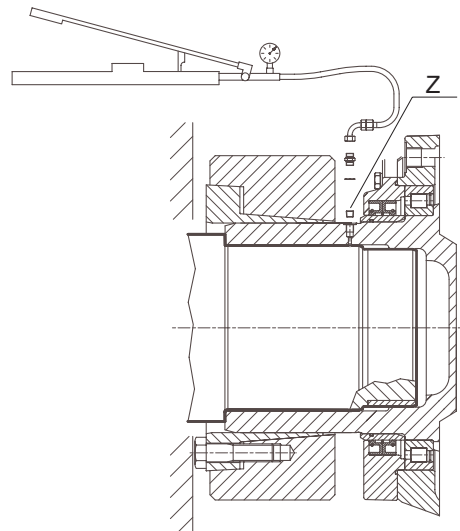

Fig. 4
- Com um saca-pinos e um martelo, remover de sua sede um dos dois pinos "A" (ver a fig. 4), remover as duas molas "B" e remover o outro pino
- Deslizar a junta axialmente para liberar e retirar o bujão "Z" (ver a fig. 4) e utilizar o furo de 1/8 pol. G, que permite a entrada de óleo sob pressão (máx. 1000 bar)